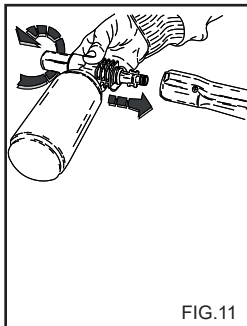

FIG.11
2) Die Verlängerung des Griffs entfernen und das Reinigungsmittelsprühsystem einsetzen (Fig. 11), den Hochdruckreiniger einschalten und die zu reinigende Fläche von unten nach oben einsprühen.